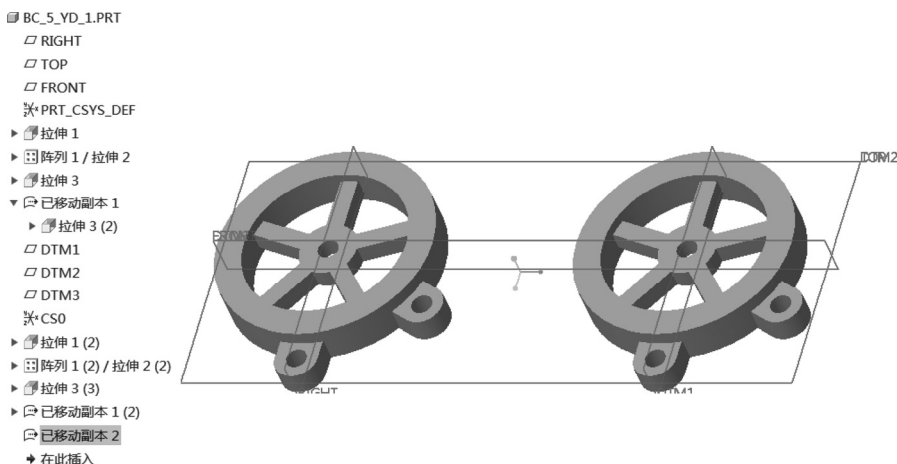

图 5-29 平移复制零件中的所有特征
7) 在“移动(复制)”选项卡中单击  (完成) 按钮, 完成平移复制的模型效果如图 5-29 所示。